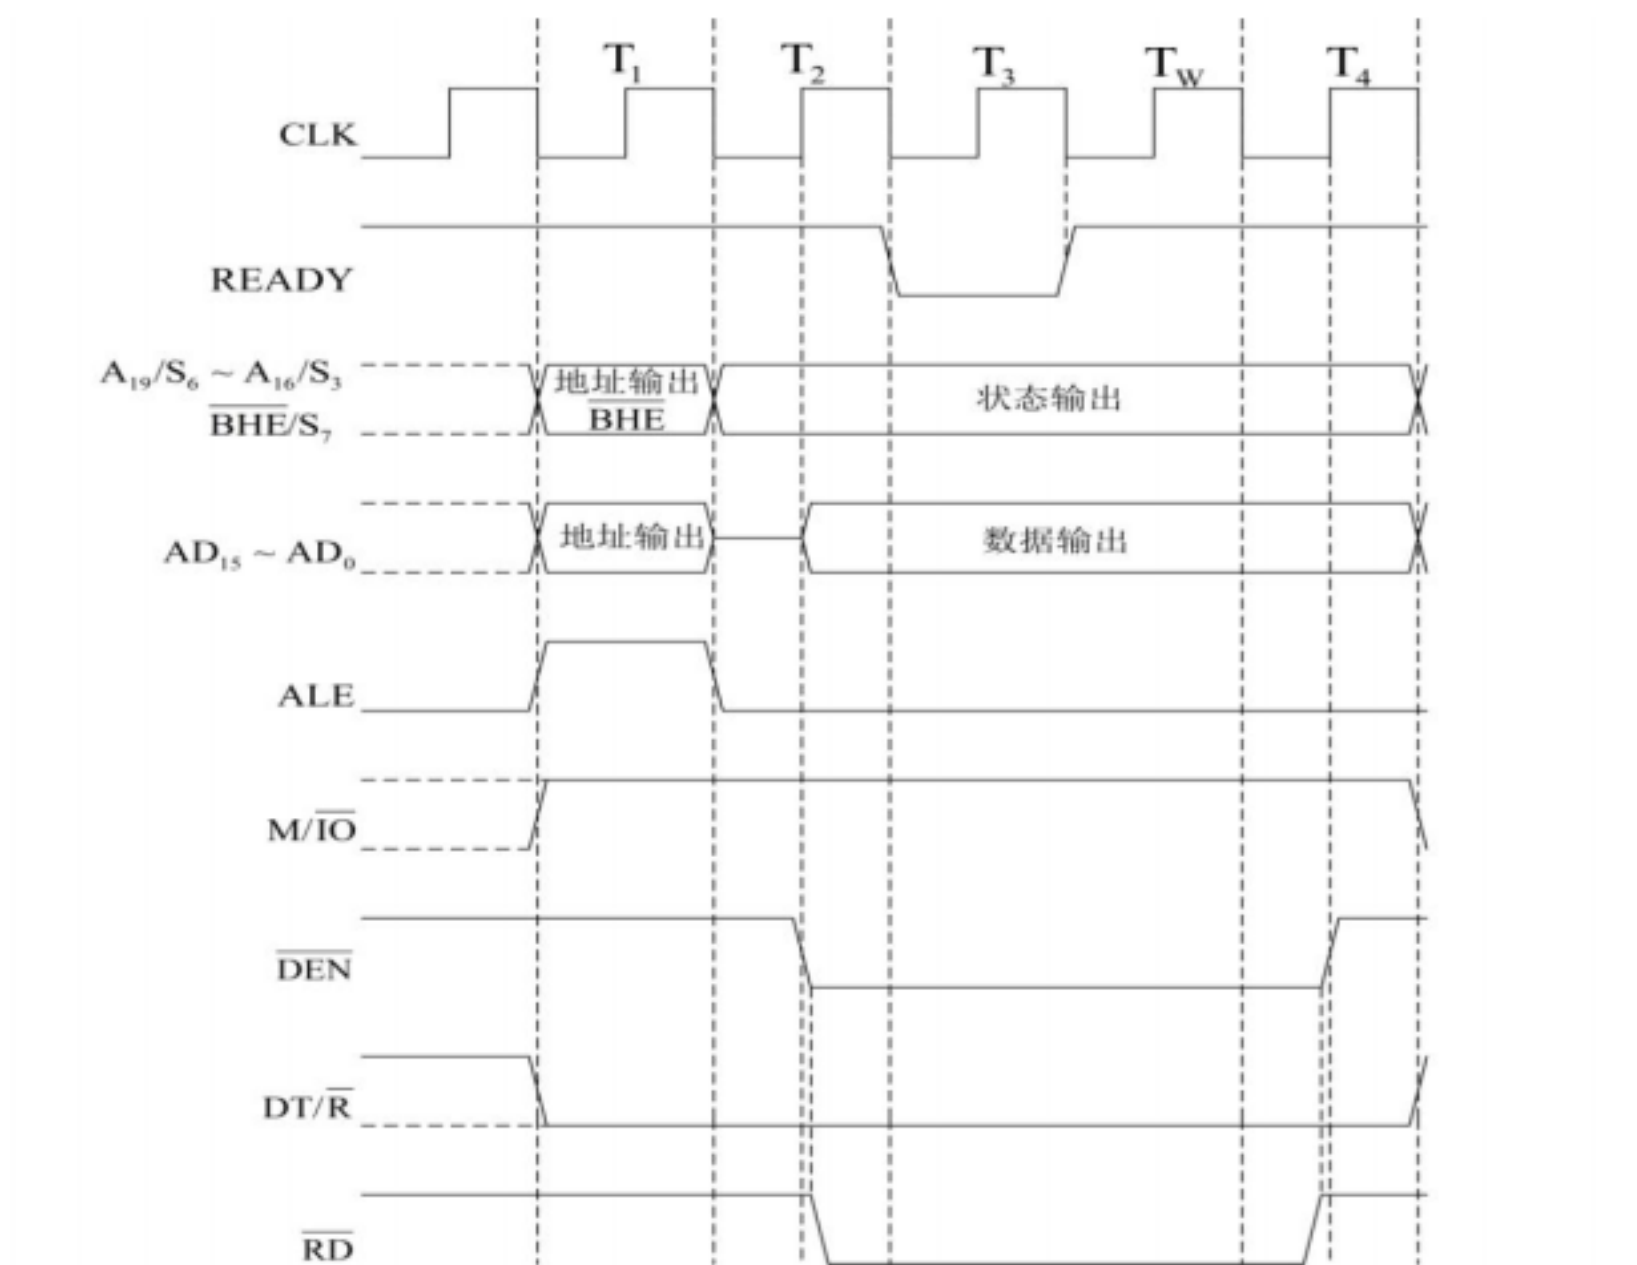

图 5.3 有一个等待周期的 8086 最小方式时序图
(2) 有一个等待周期的 8086 最小方式时序图如图 5.3 所示。